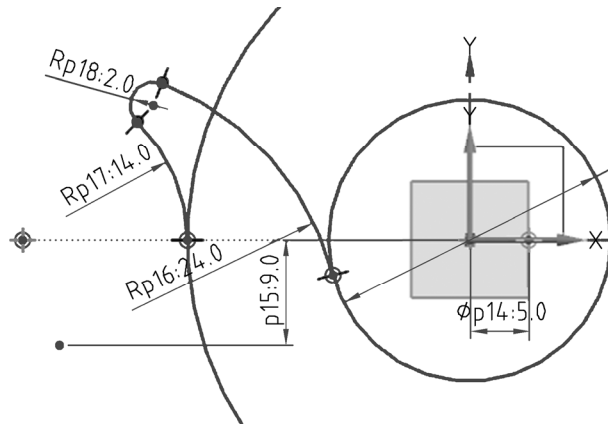

图 1-2-8 倒圆角
(4) 绘制内外相切的圆弧。点击【直接草图】→【倒圆】 \frown 命令，输入半径为 2 的圆角，如图 1-2-8 所示。